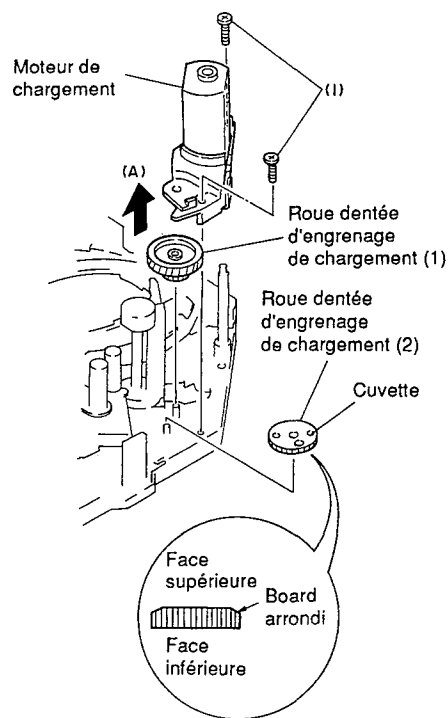

Fig. 2-3
2-3 Moteur de chargement, roues dentées d'engrenage de chargement (1), (2) (Fig. 2-3)
- 1) Retirer les deux (2) vis de fixation qui immobilisent le moteur d'entraînement de chargement
- 2) Retirer le moteur d'entraînement de chargement et les roues dentées d'engrenage de chargement (1) et (2) du châssis en agissant dans la direction indiquée par la flèche (A)